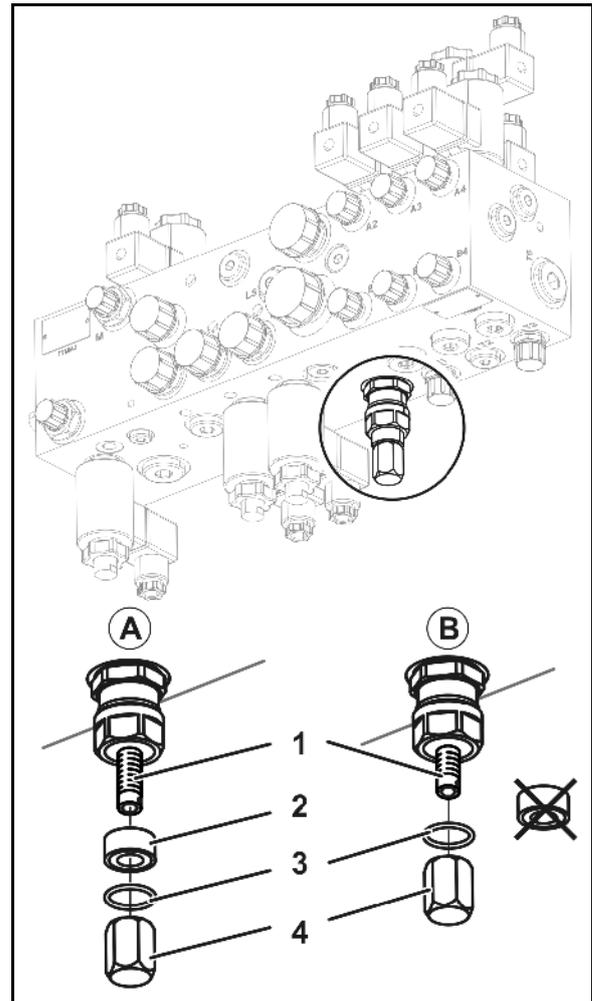

Fig. 49
- utilizar una arandela separadora (Fig. 49/A)